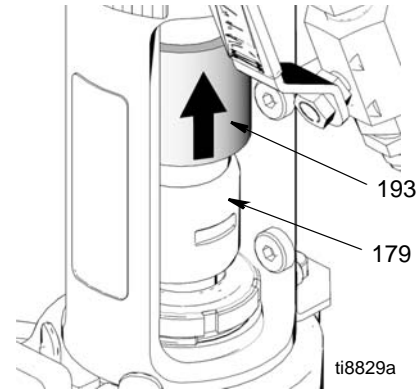

FIG. 15
5. (Abb. 15) Kupplungsabdeckung (193) nach oben schieben, um die Stangenkupplungen (179) vollständig freizulegen.